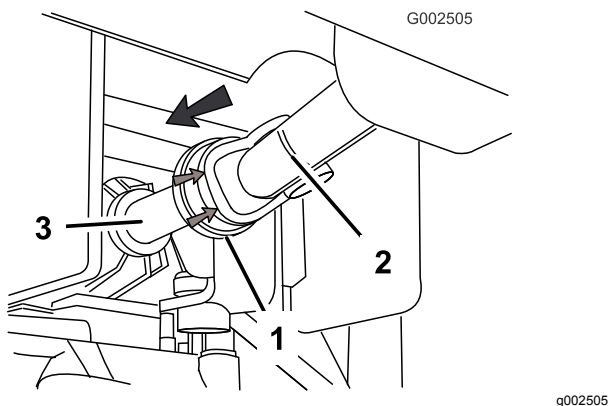

Figura 14
- Puxe para trás o resguardo de borracha da parte da frente do veio da transmissão da tomada de força (Figura 14).
- Monte o veio de transmissão no veio de saída da tomada de força (Figura 14).